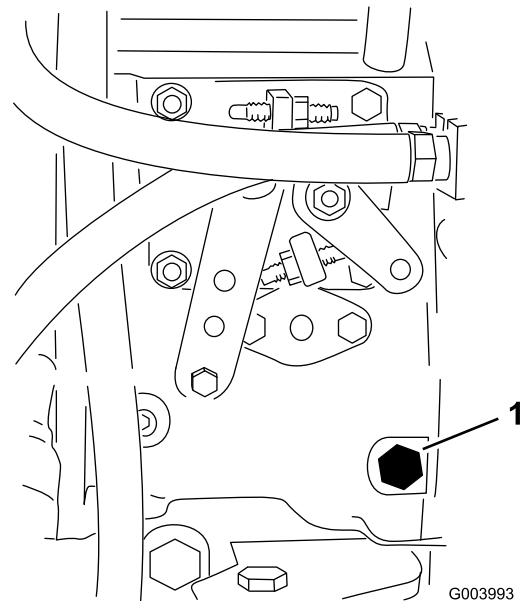

Figura 38
3. Abra el tornillo de purga de aire de la bomba de inyección de combustible (Figura 38) con una llave de 12 mm.